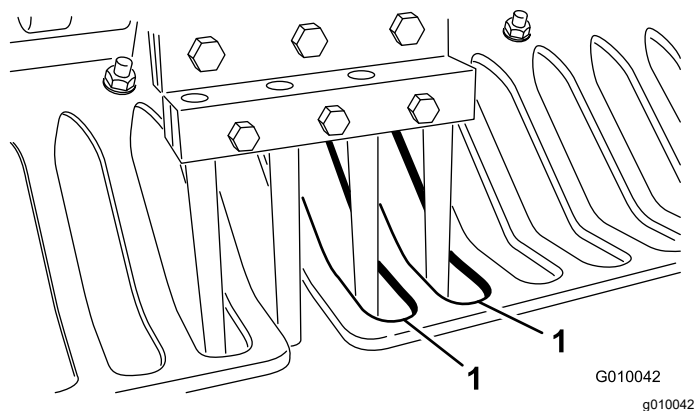

Figura 26
7. Compruebe que los taladros están centrados respecto a las ranuras de los protectores de césped (Figura 26). Ajuste los protectores de césped si es necesario y apriete las tuercas.